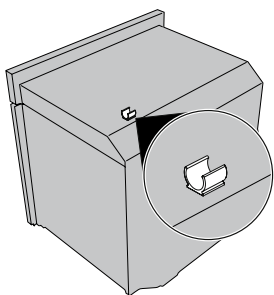

Figure 6
3. Le cas échéant, retirez le support de câble de conduit de la partie supérieure arrière du four (Figure 6)